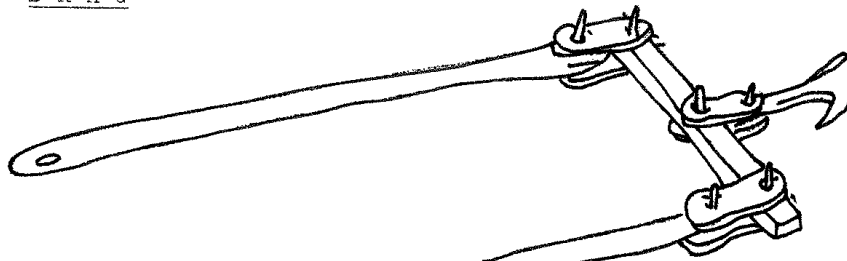

Fig. 6
2. Har man brukt skokler tilsvarende dem som er vist på fig. 6, 7 og 8? Har man brukt alle disse former eller bare en evt. to av dem, og i tilfelle hvilke(n)? Vi vil gjerne få opplysninger om navn både på hele konstruksjonen og på de enkelte delene, og vi vil gjerne få vite hvilket redskap eller kjøretøy de ble brukt til. Dersom De kjenner andre former for skokler, vil vi gjerne få en beskrivelse av dem, helst med tegninger og med opplysninger om bruk og navn på hele konstruksjonen og på de enkelte delene.